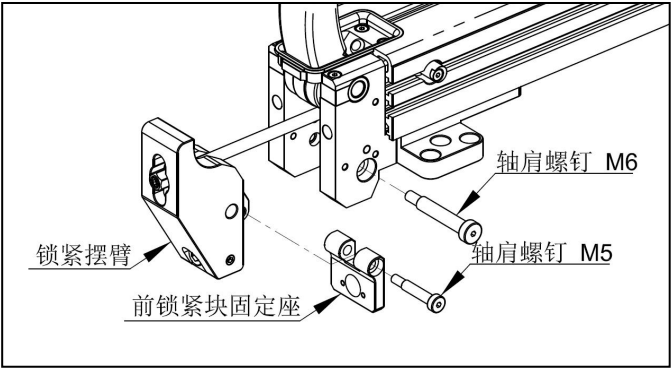

图 9-5
- (5) 如图 9-5，拆下 2 个轴肩螺钉，拆下前锁紧块固定座，拉出锁紧摆臂。